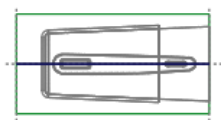
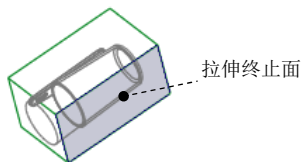

图 7.12 截面草图
图 7.13 选取拉伸终止面
(3) 绘制截面草图。选取坯料的边线和 MOLD_PARTING_PLN 基准平面为草绘参考；单击 **关闭** 按钮。绘制图 7.12 所示的截面草图（截面草图为一 条线段）；完成截面的绘制后，单击“草绘”操控板中的“确定”按钮 。
(4) 设置深度选项。
- ① 在操控板中选取深度类型  (到选定的)。
- ② 将模型调整到合适位置, 选取图 7.13 所示的模型表面为拉伸终止面。
- ③ 在操控板中单击  按钮。完成特征的创建。